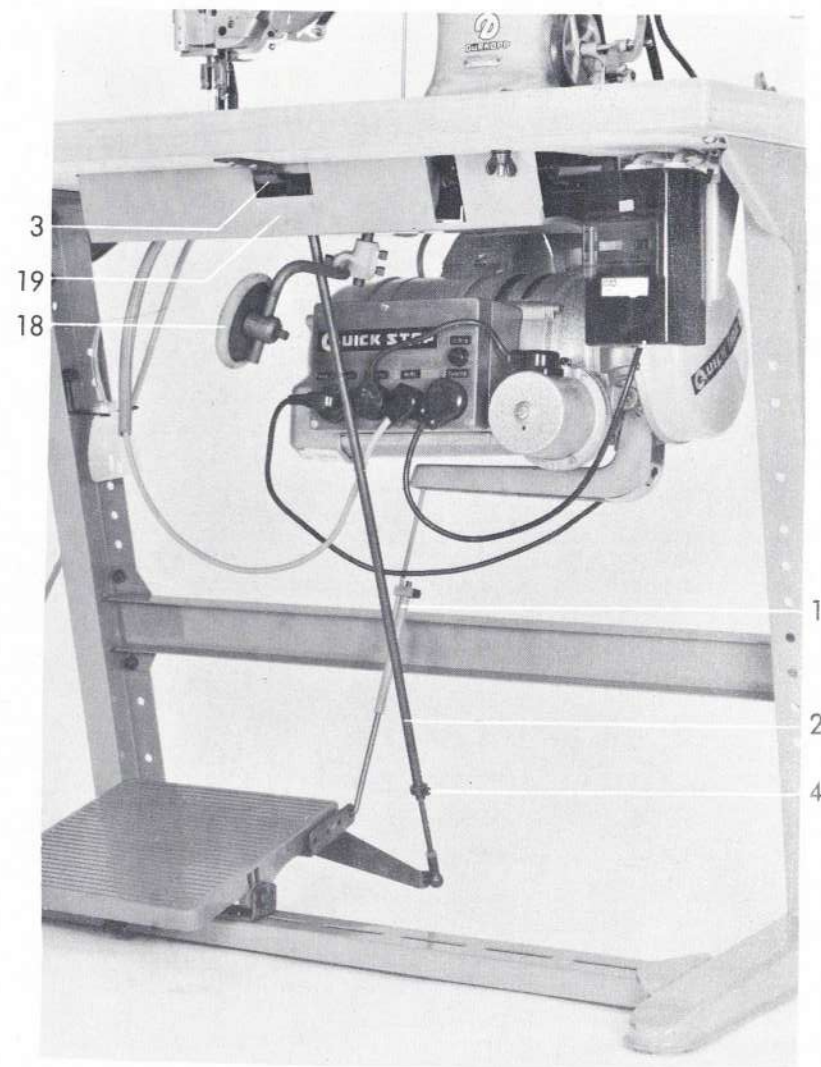

Fig. 2
4. Para conducir la barra de aguja de su posición parada (aprox. 5 mm antes de su punto muerto inferior) a su posición superior sin embragar el corta-hilo, empujar la palanca-rodillera 18 (fig. 2) hacia la derecha hasta el tope.